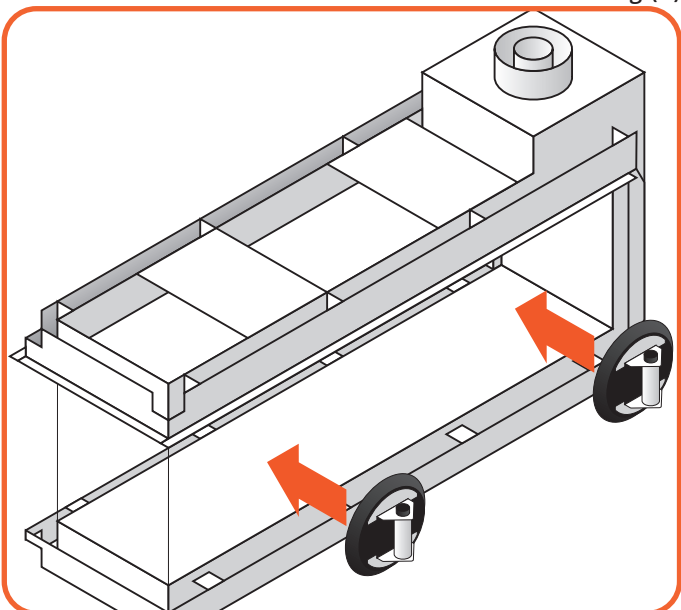

Abb. 9.13 Anlegen des Saugnapfes
- Setzen Sie den Saugnapf auf die Glasscheibe und vergewissern Sie sich, dass er sich fest angesaugt hat und sich nicht löst. (Siehe Abbildung 9.13)